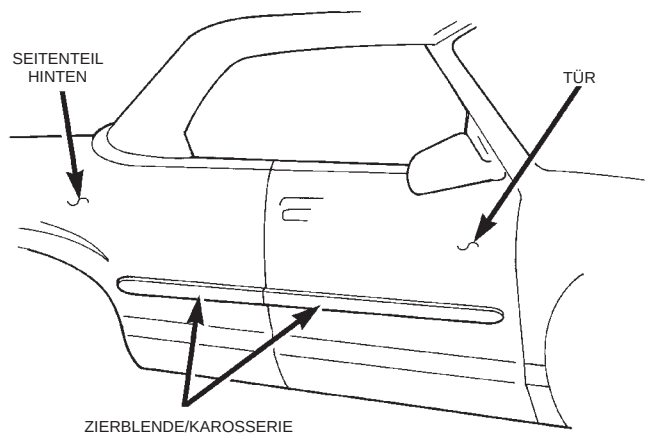

Abb. 76 Seitliche Karosserie-Zierblende
- (1) Die selbstklebende Zierblende und den entsprechenden Abschnitt der Karosserie auf etwa 38°C (100°F) mit einer geeigneten Heizlampe oder einer Heißluftpistole anwärmen.
- (2) Zierblende von der Lackfläche ablösen (Abb. 76).
- (3) Klebstoffreste von der Lackfläche entfernen.